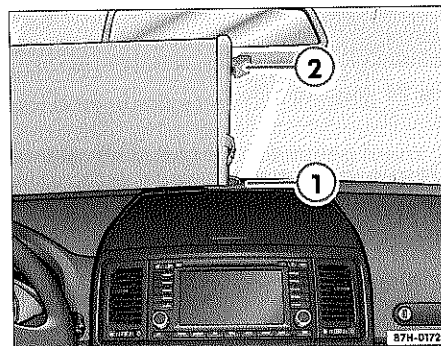

Fig. 27 Persiana izquierda del parabrisas
- En función de la versión del modelo coloque el retrovisor interior mirando hacia arriba o mueva la palanca para la función antideslumbrante del espejo hacia delante de forma que queden visibles los dos imanes del espejo ⇒ fig. 27 ②.